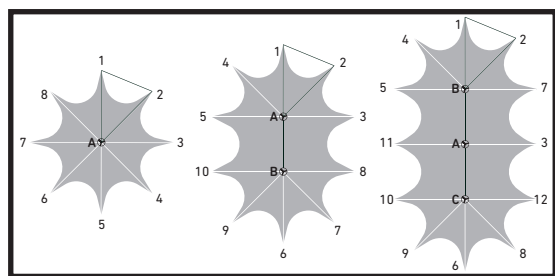

Rys. 1
- Wybierz płaskie, równe miejsce do rozłożenia namiotu. Upewnij się, że dysponujesz miejscem o wymiarach nie mniejszych, niż widoczne na rysunkach z wymiarami (Rys.1).